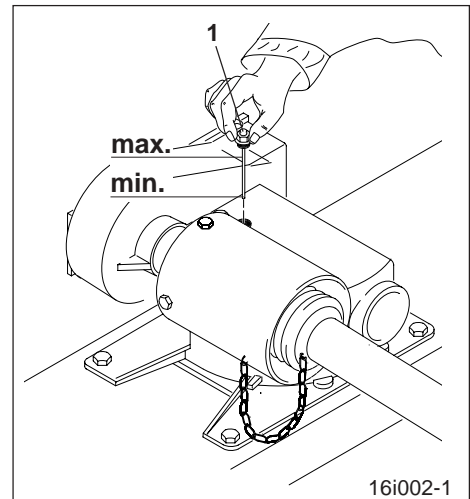

Fig. 9.9
ken. Wenn dabei keine Schmutzpartikel in das Öl gelangen, kann das aufgefangene Getriebeöl nach dem Zahnradwechsel dem Getriebe durch den Öffnungskanal des Ölpeilstabes (Fig. 9.9/1) wieder zugeführt werden.
- Ölstand am Ölpeilstab (Fig. 9.9/1) bei waagrecht stehender Bodenbearbeitungsmaschine kontrollieren. Der Ölfilm muß am Ölpeilstab (Fig. 9.9/1) unterhalb der „max.“ Markierung sichtbar sein. Bei Bedarf Getriebeöl nachfüllen.
- Ölstand am Ölpeilstab (Fig. 9.9/1) bei waagrecht stehender Bodenbearbeitungsmaschine kontrollieren und ggf. Getriebeöl nachfüllen. Der Ölfilm muß am Ölpeilstab (Fig. 9.9/1) unterhalb der „max.“-Markierung sichtbar sein. Die Gesamtölmenge beträgt 4,8 Liter Getriebeöl 85 W 90.